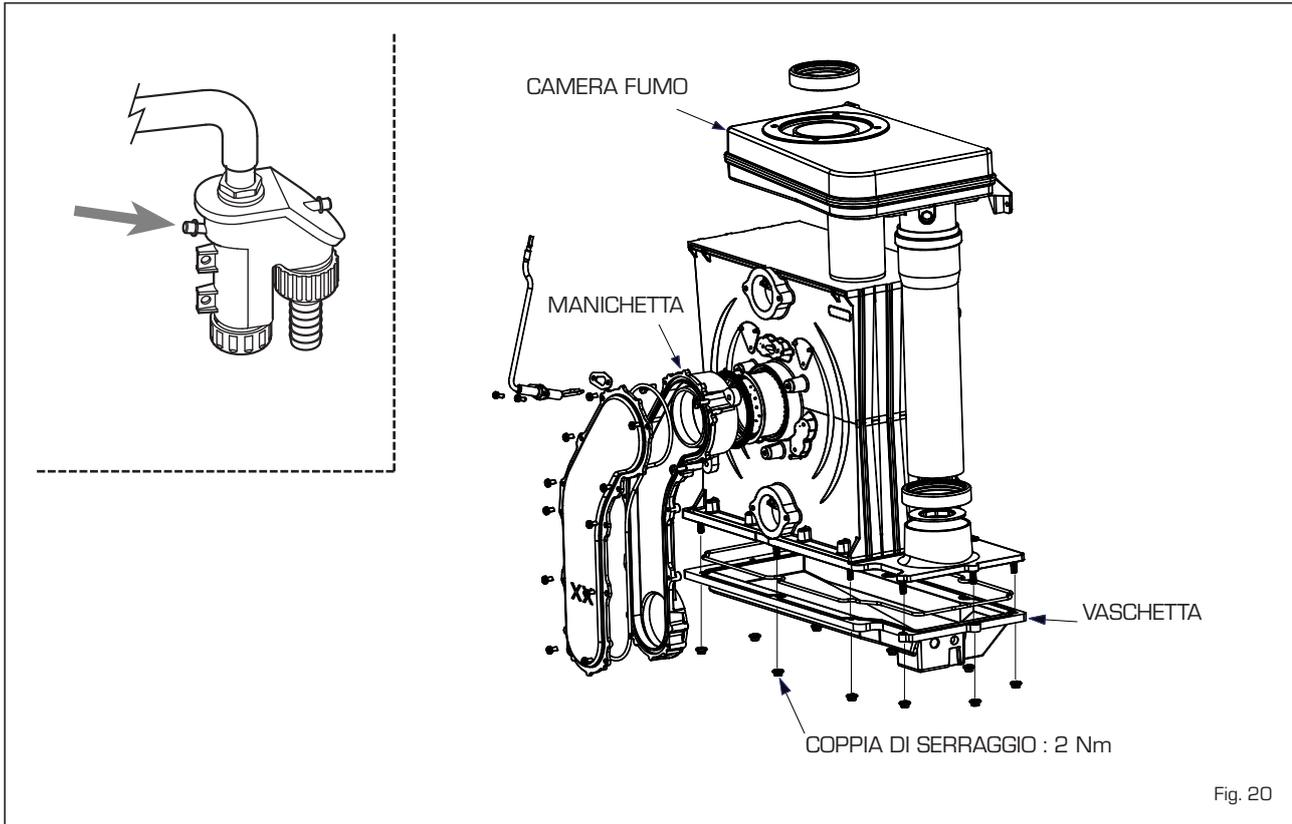

Fig. 20
**soprattutto quando il generatore rimane inutilizzato per un lungo periodo). L'eventuale riempimento si effettua dall'apposito imbocco (fig. 20).**
Per la pulizia dello scambiatore e del bruciatore agire invece nel seguente modo (fig. 20):